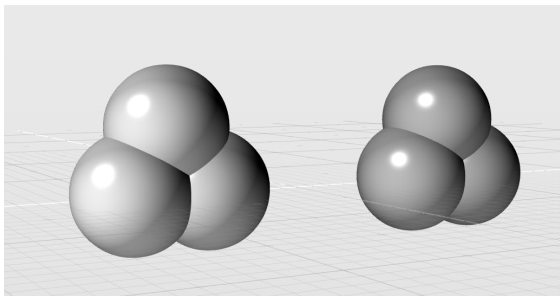

图 4-147 打开练习文件
1) 打开素材文件夹“练习 (4.4.8_2)”中的 Evolve 文件，包含两组球体，如图4-147所示。在本练习中，将对比两个较容易混淆的工具——“布尔并集运算”工具和“合并”工具。